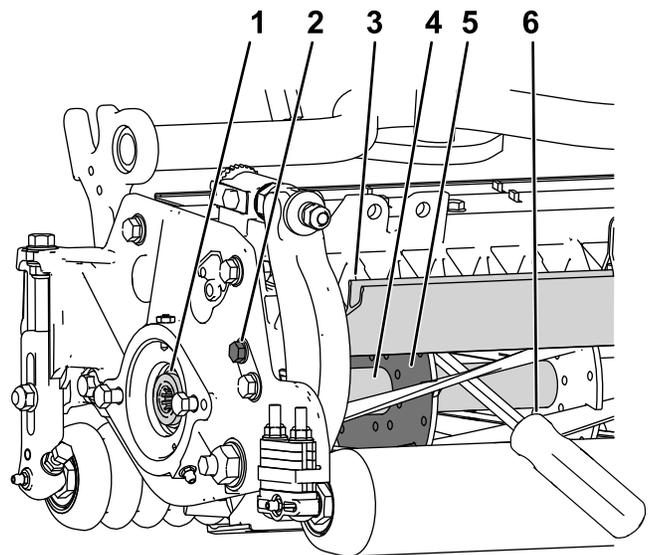

图 25
1. 松开滚刀组左侧的屏蔽螺栓抬起后护罩图 25。
2. 将一根长柄撬棍建议尺寸为 0.95cm x 30.48cm 带螺丝刀柄插入滚刀组后部最靠近需要扭转的滚刀组一侧图 25。
3. 将撬棍靠着滚刀支撑板的焊接侧图 25。